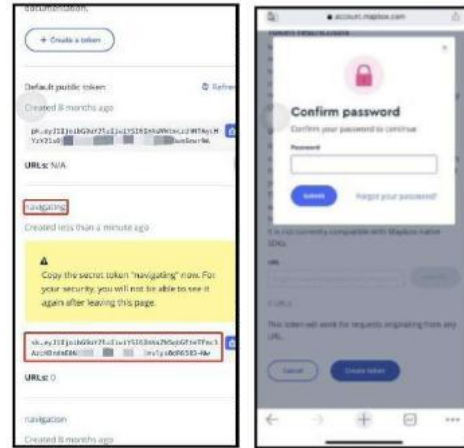

Figura 6
2.7 Pode encontrar o token criado na parte inferior da página, mas não aparecerá na página da próxima vez que iniciar sessão, **pelo que deve ter cuidado em guardá-lo** (Ver Figura 6).